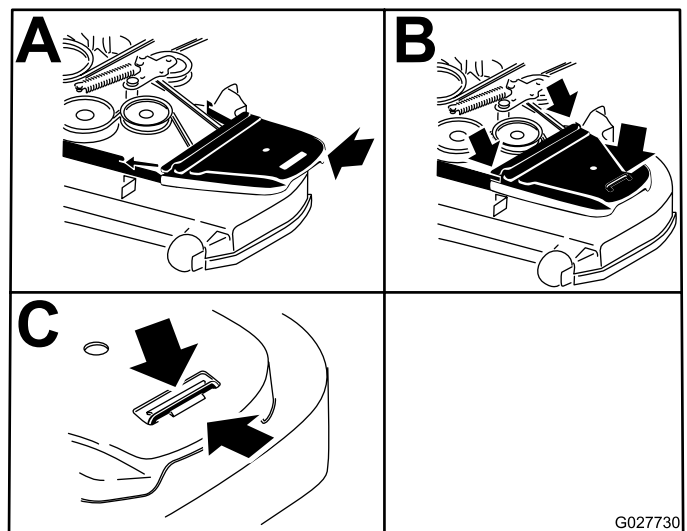

Figure 75
- Posez les couvercles de courroie (Figure 75).